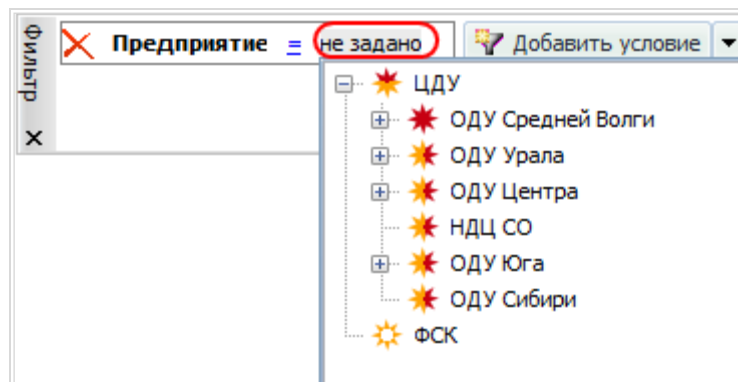

Рисунок 10.18 – Добавление значения фильтрации
**Значение фильтрации** задается в последнюю очередь и соответствует выбранному типу критерия. Выбор значения фильтрации выполняется из раскрывающегося списка по нажатию на область значения (Рисунок 10.18).